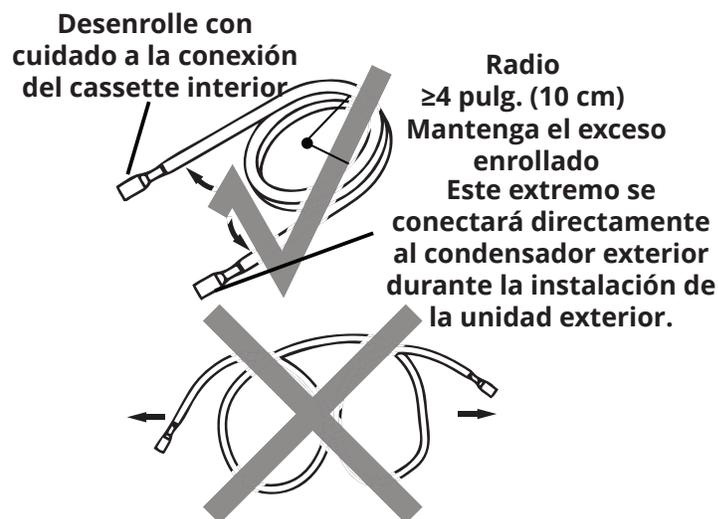

Fig. 5.7
1. Mientras esté en el exterior, use sus manos para desenrollar lentamente la tubería de cobre de un extremo del juego de tuberías Quick Connect®. El extremo que desenrolle se conectará a la tubería de la unidad interior. Debe desenrollar el extremo hasta que los conectores estén casi planos sobre el suelo (con poca o ninguna curvatura). Si no se hace esto, podría resultar difícil maniobrar el juego de tuberías al alinear los conectores con los puntos de conexión del cassette. Desenrolle solo lo necesario para su aplicación y permita que el exceso permanezca enrollado (**consulte la Fig. 5.7**).
Al doblar la tubería de refrigerante conectiva, debe tener un radio de curvatura de 4 pulgadas. (Consulte la Fig. 5.7)